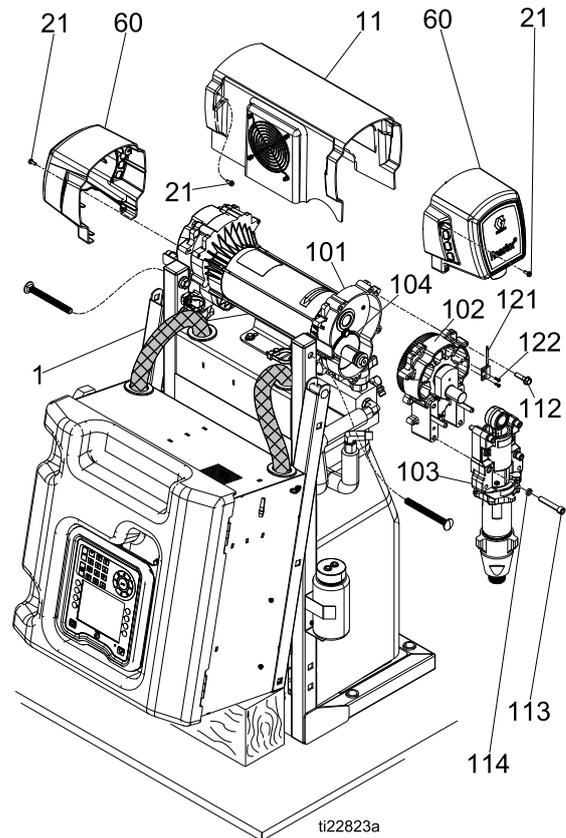

Figure 4
1. Accertarsi che il controdado (G) sia avvitato sulla pompa con il lato piatto rivolto verso l'alto. Avvitare la pompa nell'alloggiamento del cuscinetto (M) fino a che i fori dello spinotto non sono allineati. Inserire lo spinotto (F). Tirare verso il basso il fermo di ritenzione del filo (E). Vedere la Fig. 4 per note sulla visualizzazione e il montaggio.
2. Continuare ad avvitare la pompa nell'alloggiamento finché l'uscita (D) del fluido non è allineata al tubo di acciaio e le filettature di testa non sono a +/- 2 mm (1/16 in.) dalla faccia del cuscinetto (N).
3. Serrare il controdado (G) colpendolo con decisione con un martello che non produce scintille.
4. Ricollegare l'ingresso (C) e l'uscita (D) del fluido.